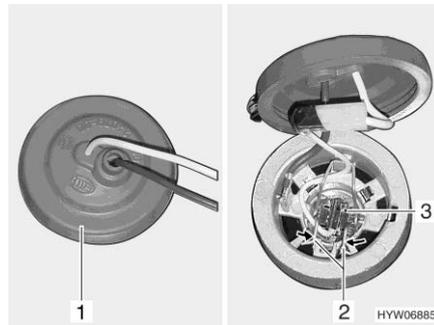

Fig. 287 Faros (vista desde el interior)
- Introducir la mano atrás del faro y desprender la caperuza de goma (Fig. 287,1) de la caja de la luz.
- Oprimir el arco metálico (Fig. 287,2) y bascularlo hacia fuera del soporte.
- Sacar la bombilla (Fig. 287,3) con el cable de la caja de la luz.